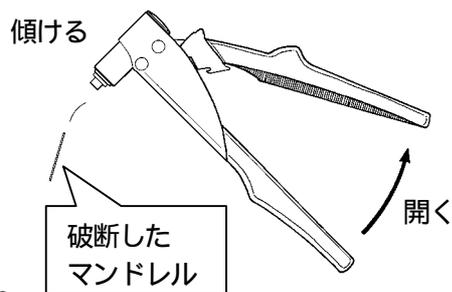

図5-8
- (4) リベットツールを前または後ろに傾け、ハンドルを最大に開いて破断したマンドレルを排出してください。マンドレルの排出を確認した後、次の締結に移ってください。(図5-8)